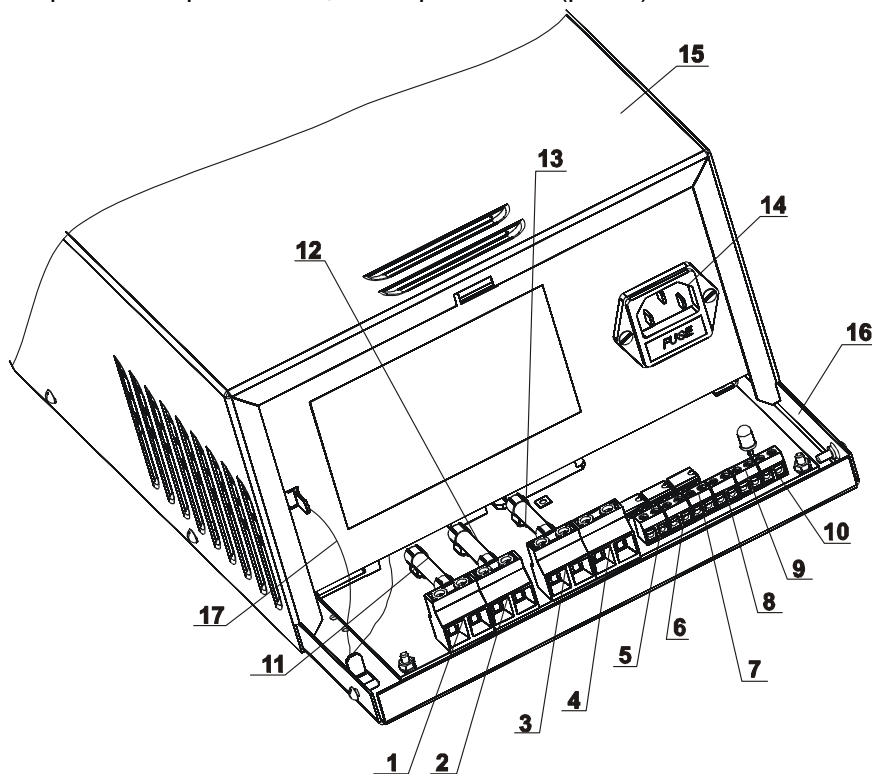
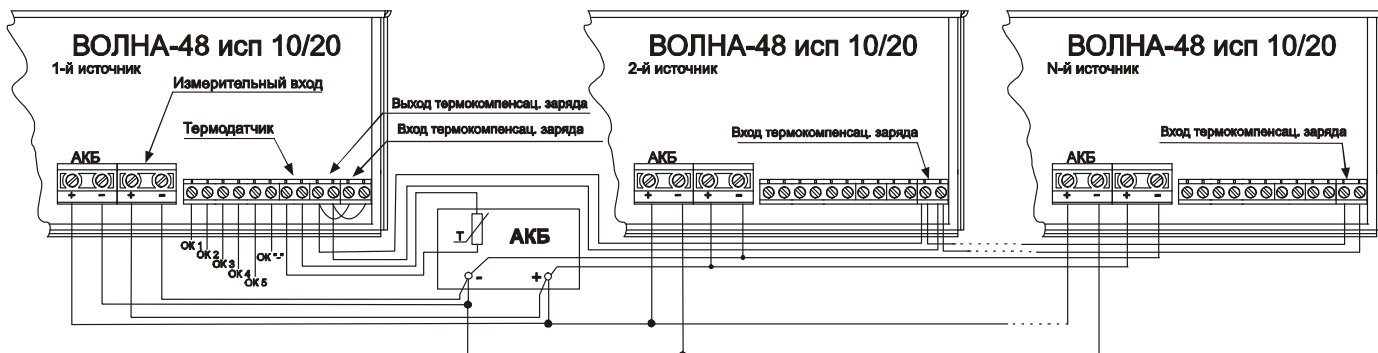

Рис.1
Рис.6
Источник размещен в металлическом корпусе, состоящем из днища, кожуха основного и кожуха монтажного отсека. Кожух основной скрывает радиоэлементы, не требующие обслуживания при эксплуатации источника, под кожухом монтажного отсека расположены элементы коммутации и защиты (рис.1), которые размещены на печатной плате.
В источнике реализована возможность управления термокомпенсацией заряда АКБ. При использовании одного источника входы и выходы термокомпенсации (колодки 9 и 10 рис.1) должны быть замкнуты перемычками (заводская установка). При использовании нескольких источников выход термокомпенсации источника, к которому подключен термодатчик, должен быть соединён с входами термокомпенсации остальных источников (см. рис.6).
Снимите кожух монтажного отсека поз.18 рис.1 для доступа к элементам коммутации и защиты.
- ◆ При параллельном подключении нескольких источников к одной АКБ с целью увеличения тока заряда АКБ для корректной работы температурной компенсации напряжения заряда произведите каскадирование источников согласно рис.6.
При подключении нескольких источников к одной АКБ необходимо руководствоваться схемой, приведённой на рис.6. Подключение по такой схеме увеличивает ток заряда АКБ, при этом для питания нагрузок рекомендуется использовать выходы источников («Выход1» и «Выход2»). При необходимости питания мощной нагрузки (с максимальным током до 63А) рекомендуется подключать источники по схеме приведённой в приложении А, с использованием блока «БКА-У/63».